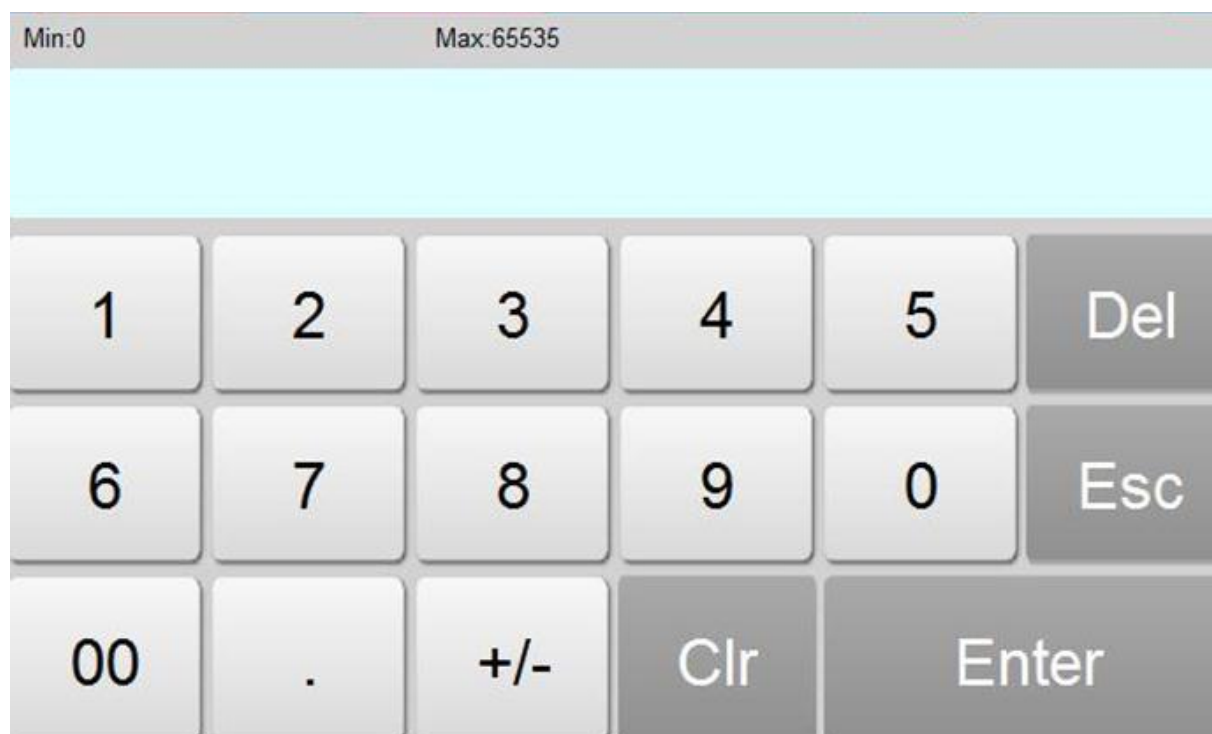

图 4-77
- ◆ 输入数值：可以选择不同的数据类别，给“写入地址”写入一个数值，该数值即你输入的数值，且该数值必须在最大值和最小值之间。当您触控字开关时，触摸屏会弹出一个键盘，工程设计人员可以在键盘上输入所需的数值。如图 4-77 所示：